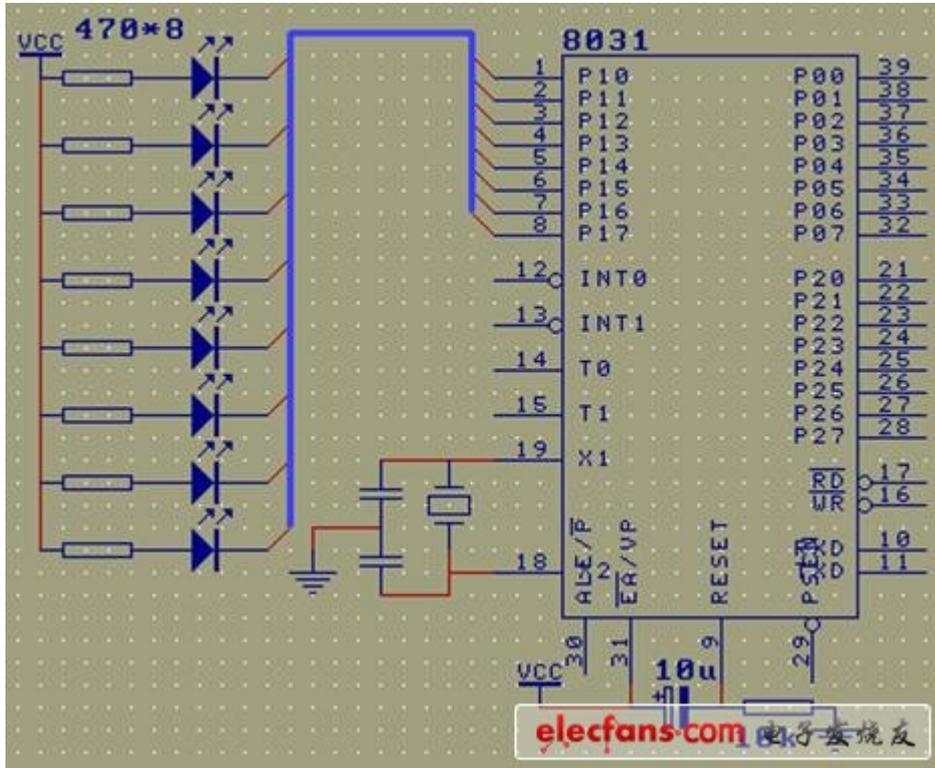

图 1
2、 振荡电路：单片机是一种时序电路，必须供给脉冲信号才能正常工作，在单片机内部已集成了振荡器，使用晶体振荡器，接 18、19 脚。只要买来晶体振荡器，电容，连上就能了，按图 1 接上即可。
3、 复位管脚：按图 1 中画法连好，至于复位是何含义及为何需要复要复位，在单片机功能中介绍。
我们的第一个任务是要用单片机点亮一只发光二极管 LED，显然，这个 LED 必须要和单片机的某个管脚相连，不然单片机就没法控制它了，那么和哪个管脚相连呢？单片机上除了刚才用掉的 5 个管脚，还有 35 个，我们将这个 LED 和 1 脚相连。（见图 1，其中 R1 是限流电阻）